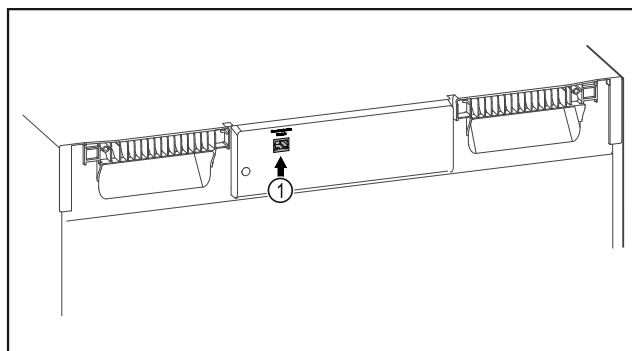

Fig. 131
- ❑ Le SmartModule Fig. 131 (1) est en place.